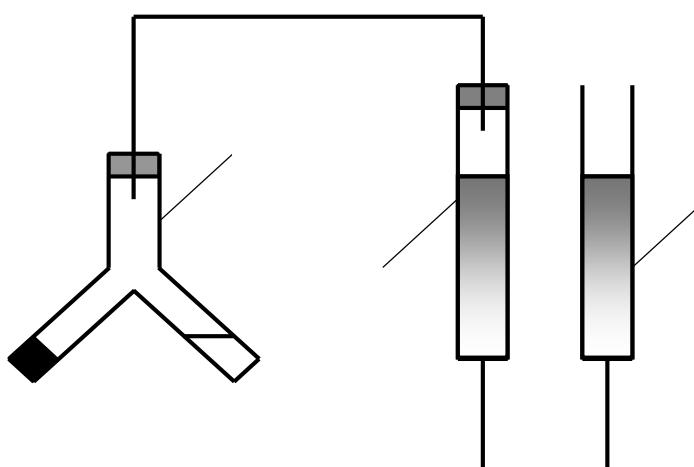

Рисунок 1. Схема прибора для определения объема выделившегося газа: 1 – измерительная бюретка, 2 – двухколенная пробирка Оствальда, 3 – уравнительная бюретка.
Определение производят с помощью прибора (рис. 1), состоящего из измерительной бюретки (1) на 25...50 мл, двухколенной пробирки Оствальда (2) и уравнительной склянки или бюретки (3). Бюретки укрепляют в штативе и заполняют дистиллированной водой. В исходном состоянии жидкость в сосудах 1 и 3 должна находиться на одном уровне.
1. В одно колено пробирки Оствальда (рис. 1) налейте 1,5 мл 3%-ного раствора H_2O_2 , в другое – 0,5 мл 0,1 М $\text{K}_2\text{Cr}_2\text{O}_7$.
3. Проверьте прибор на герметичность. Для этого уравнительный сосуд (3) поднимите на 10...15 см и закрепите в этом положении. Если прибор герметичен, то уровень жидкости в нем остается постоянным. Если прибор не герметичен, проверьте, плотно ли закрыта пробирка Оствальда (2) пробкой.
4. После проверки герметичности прибора установите бюретку (1) и сосуд (3) таким образом, чтобы жидкость в них находилась на одном уровне.
5. Отметьте положение уровня жидкости (мениска) в бюретке (1) – V_o .
6. Осторожно поверните пробирку (2) так, чтобы растворы смешались и включите секундомер.